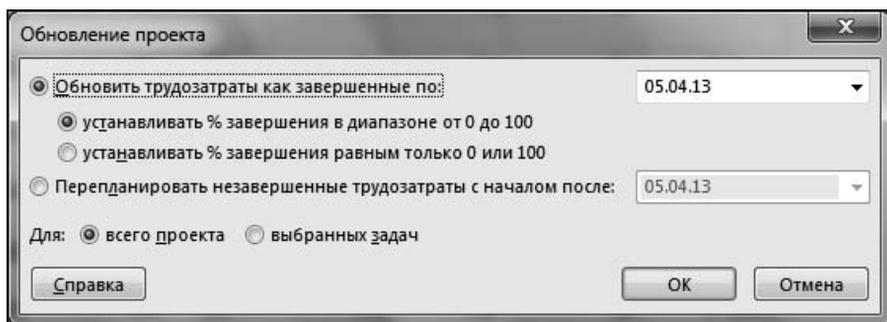

Рис. 8.3. Вид окна команды **Обновить проект**
3. В области **Состояние** нажать кнопку **Обновить проект** (она расположена в этой области справа вверху и ей соответствует значок ). Открываемое при этом окно (рис. 8.3) содержит ряд элементов управления, описанных далее.